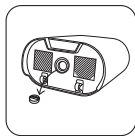

fig.29
2. Positionnez la base sur le côté et dévissez le bouchon de vidange situé sous l'appareil. (fig.29)